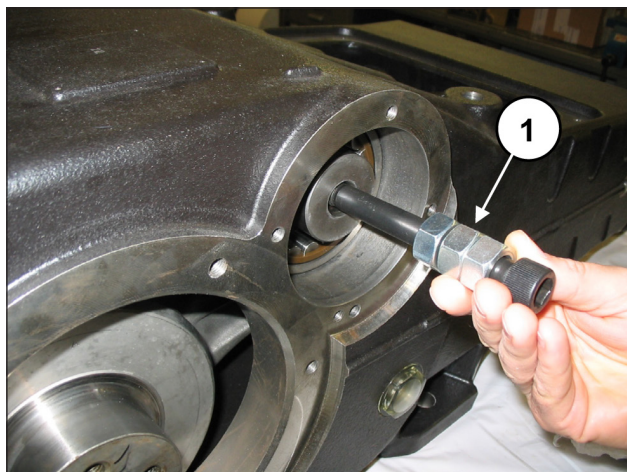

Fig. 56
Para facilitar la introducción a fondo del eje PTO dentro del cojinete, aplicar un tornillo M16 en el extremo del eje que se ha de introducir para mantenerlo alzado (pos. ①, Fig. 56).